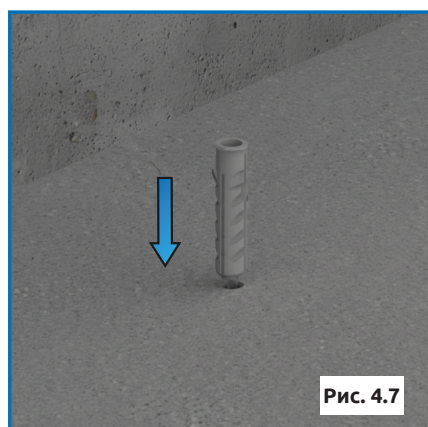

Рис. 4.7
7. **Отвинтите соединительные детали**, снимите трубы и просверлите отверстие для крепления напольного кронштейна; затем вставьте заглушку в отверстие (рис. 4.7).